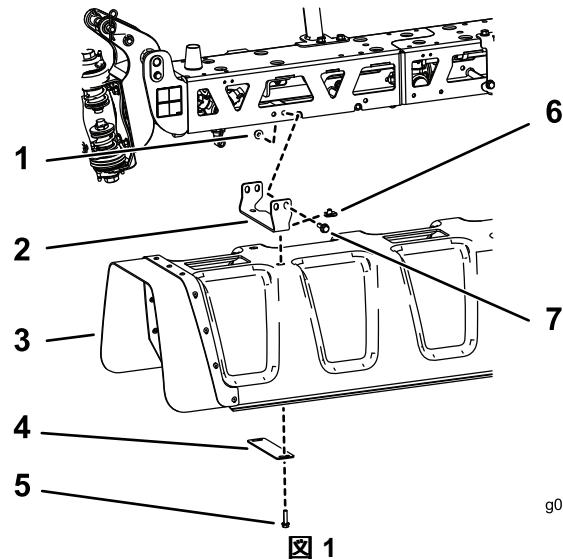

図 1
1. 中央カバーアセンブリをブラケットに取り付けるUナット4個、ワッシャプレート2枚、六角ヘッドボルト5/16 x 1-1/4 インチ4本を使用して図1のように取り付ける。
2. 中央ブラケット2個とブーム取り付けプレートを中央ブームに取り付ける六角ヘッドボルト3/8 x 1-1/4 インチ2本とフランジ・ナット3/8 インチ2個を使用して、図1のように取り付ける。